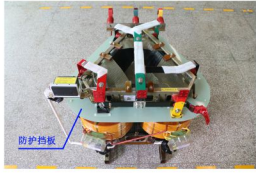
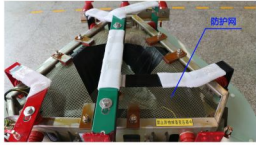

图15
图16
(9)通电前拆除起保护作用的包装物，防护挡板及防护网（如有）可不拆除，不影响产品的正常运行，见图15、见图16。